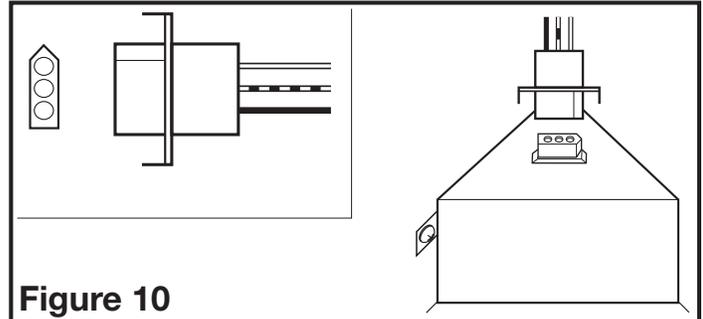

Figure 10
3. Brancher le cordon à raccordement rapide dans le réceptacle. Ce cordon ne s'ajuste que d'une seule façon dans le réceptacle (Figure 10).